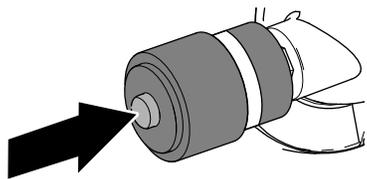

図 116
1. 整備インジケータが赤色になっている場合は、インジケータの端部にあるリセットボタンを押す 図 116。